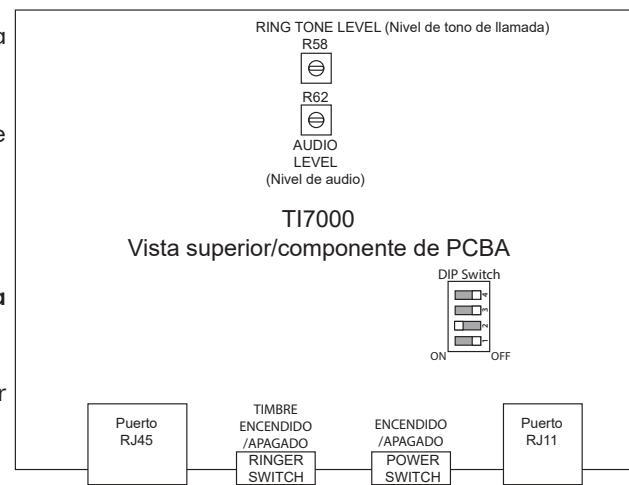

Fig. 12.7
**Nota:** la Fig. 12.7 muestra la ubicación de dos potenciómetros y un interruptor DIP en la TI PCBA. Estos potenciómetros están configurados de fábrica y no debería ser necesario ajustarlos, Pero si ellos necesitan ser ajustados, desatornille los cuatro tornillos de la cubierta frontal de la TI7000 con un destornillador Phillips (punta de cruz). Ajuste R58 para el nivel de tono de llamada y/o R62 para el nivel de audio según sea necesario. Los giros en el sentido de las agujas del reloj aumentan el volumen, mientras que los giros en el sentido contrario a las agujas del reloj lo reducen. Vuelva a llamar al teléfono de la tienda para comprobar el timbre o el nivel de voz. Vuelva a colocar la cubierta de la unidad cuando esté satisfecho con el nivel de timbre/voz.